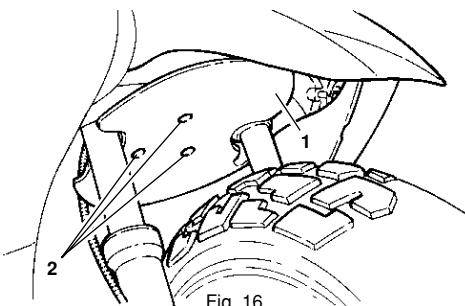

Fig. 16
- Vorm Ausbau des Vorderen Schilds als erstes die drei Schrauben (2) abschrauben und den Spritzschutz (1 - Fig. 16) abmontieren.